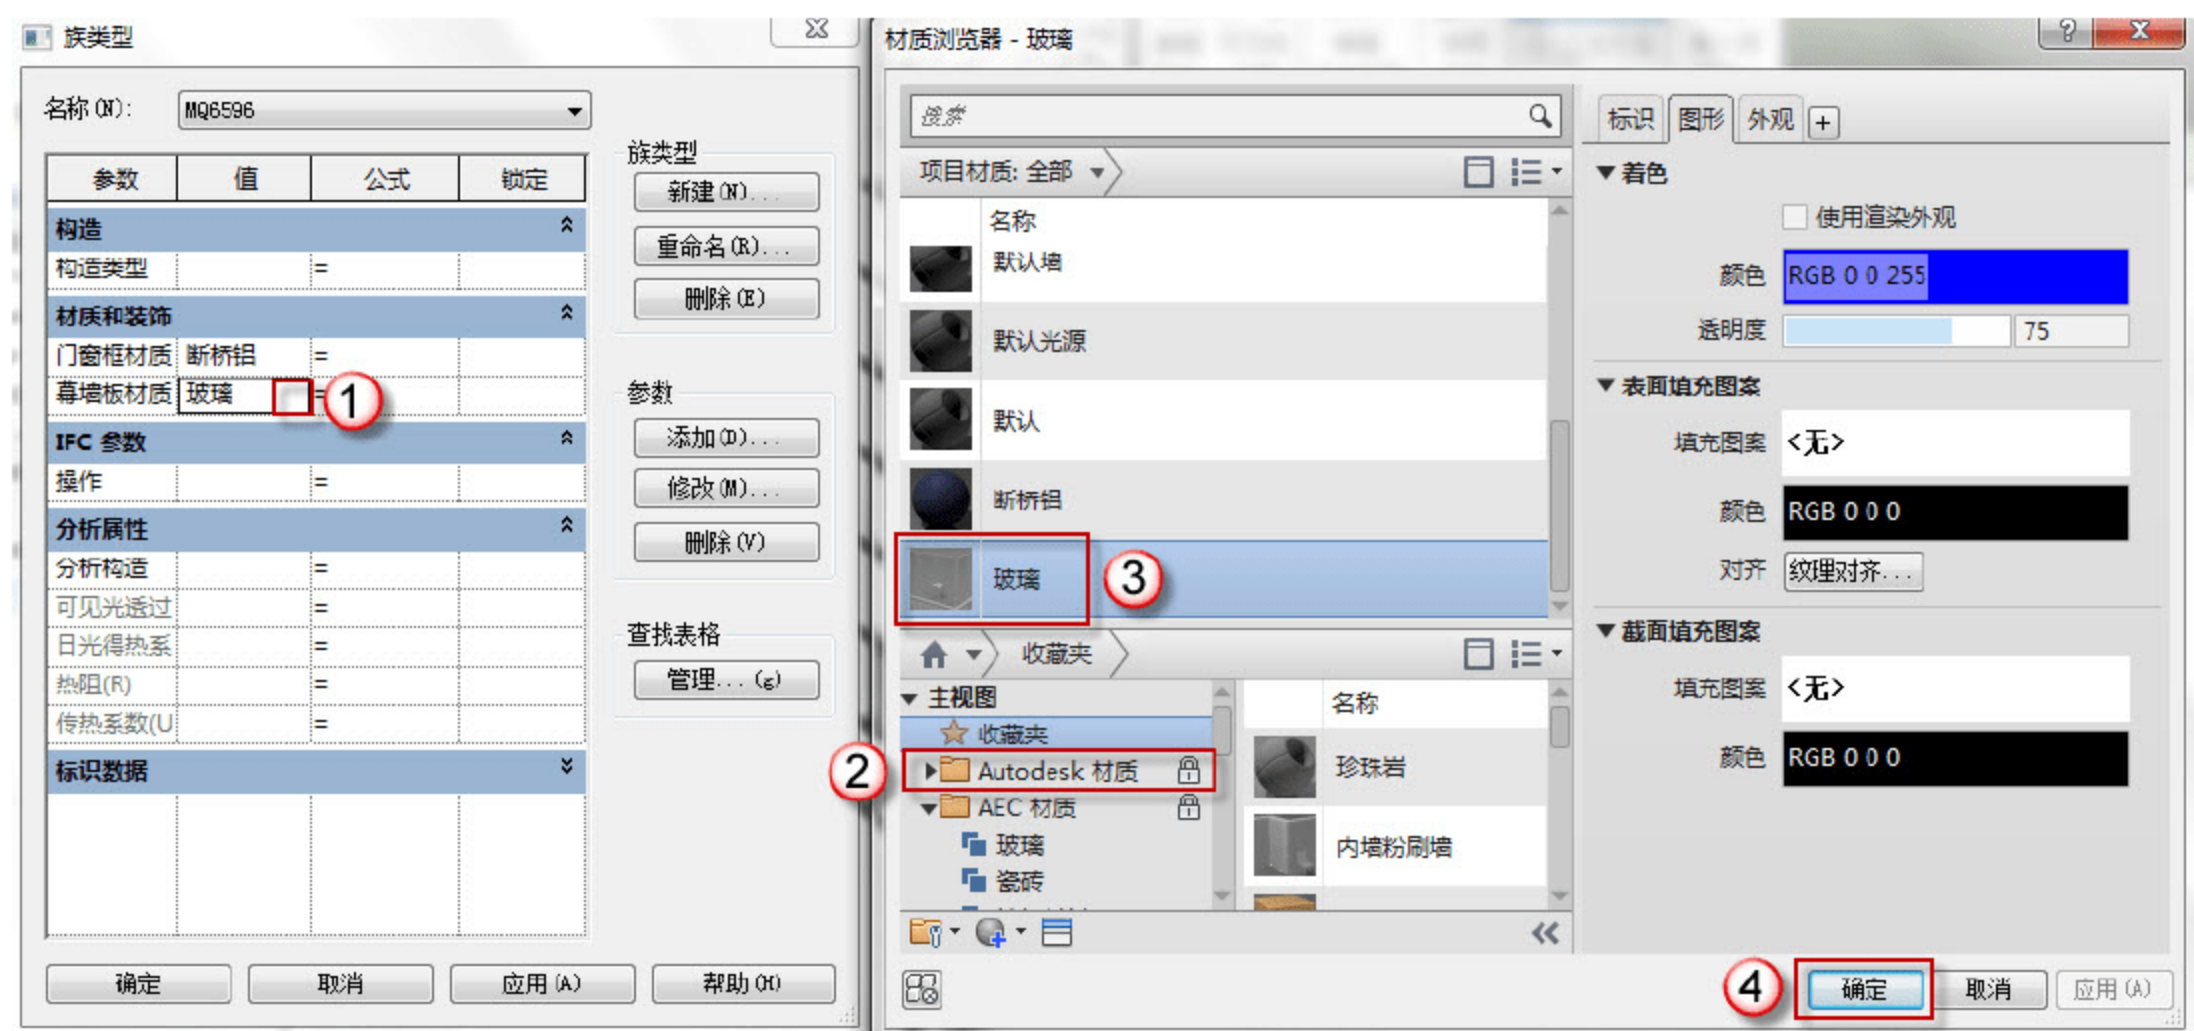

图 7.2.12 编辑门幕墙玻璃材质
(11) 编辑材质。单击“族类型”按钮,弹出“族类型”对话框,单击“材质和装饰”栏“门窗玻璃材质”后的“<按类别>”按钮,弹出“材质浏览器”对话框,选择“主视图”→“Autodesk 材质”→“玻璃”→“玻璃”选项,双击“玻璃”材质将其添加到“文档材质”,选择“文档材质”中的“玻璃”材质,单击“材质浏览器”对话框中的“确定”按钮,如图 7.2.12 所示。